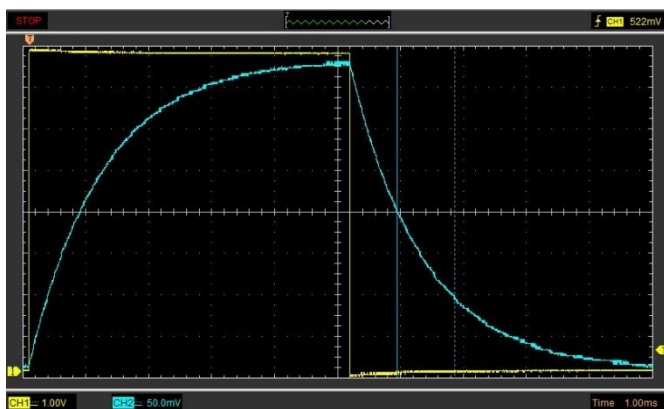

Fig. 4 : Tension de la bobine au moment de la mise en circuit et de la mise hors circuit (enregistrement sur l'oscilloscope)
La fig. 4 illustre à titre d'exemple l'oscillogramme de la mise en circuit et de la mise hors circuit d'une bobine. La courbe jaune (CH1) montre l'évolution dans le temps de la tension qui chute sur l'ensemble de la résistance ohmique (cf. équation. (4)), tandis que la courbe bleue (CH2) illustre l'évolution dans le temps du courant de bobine.